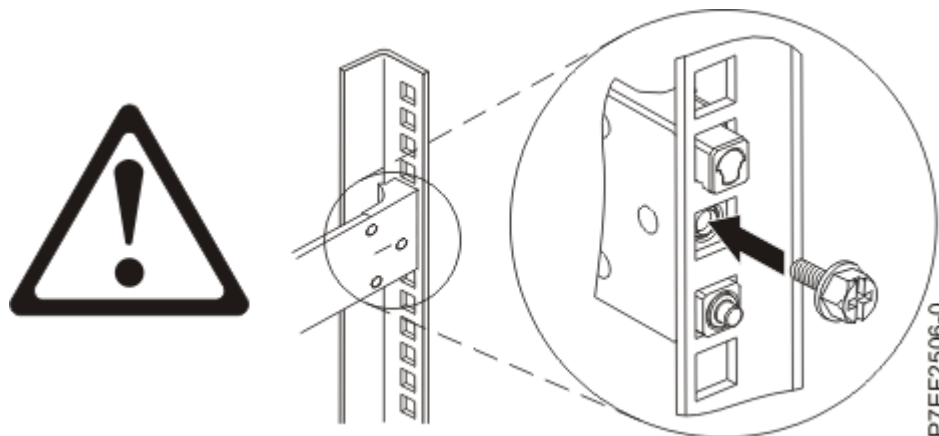

Abbildung 4. Schraube erneut einsetzen
4. Setzen Sie die Schraube erneut ein, die in Schritt „2“ auf Seite 4 entfernt wurde, wie in Abbildung 4 auf Seite 5 dargestellt.